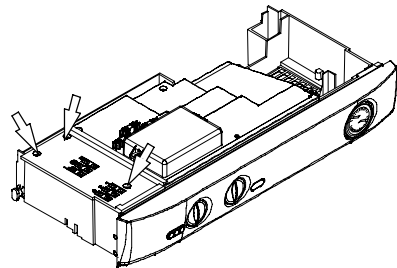

fig. 9.19
- 1 Svitare le viti e rimuovere il coperchio copri morsetteria fig. 9.19